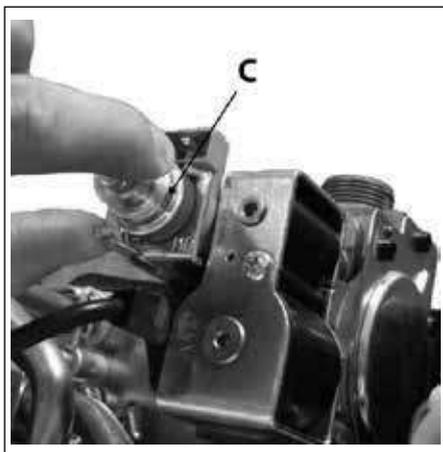

Рис. 47 Катушка модуляция газового клапана
- Снять пластиковый колпачок **С** (смотри Рис. 47 Катушка модуляция газового клапана ) с верхней части боины модулятора газового клапана, который предохраняет винты регулятора давления.